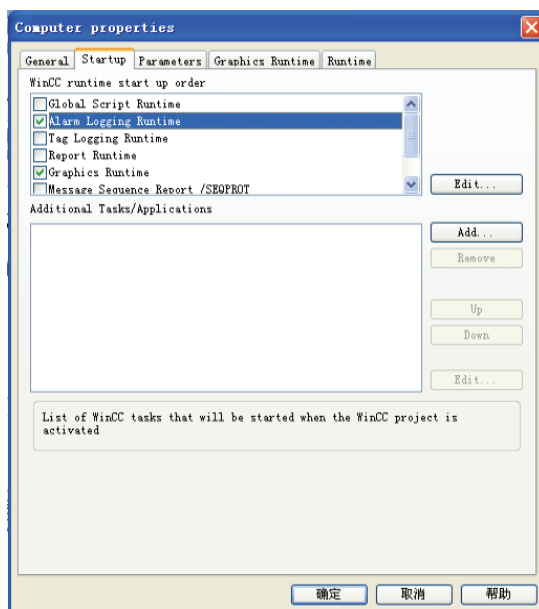

图 9-13 计算机 “Startup” 设置对话框
- 6) 在计算机启动列表中选择“Graphics Runtime”和“Alarm Logging Runtime”选项，如图 9-13 所示，激活项目。